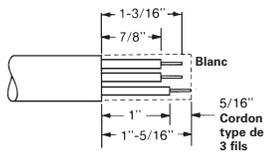

Figure 3
3. Dénuder le cordon de sa gaine et de son isolant en respectant les dimensions indiquées à la figure 3. Prendre garde de n'endommager ni les conducteurs individuels ni leur isolation.